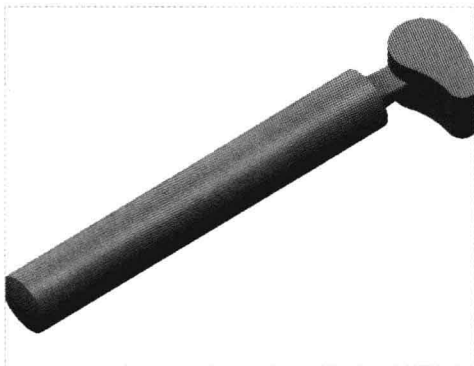

图 15-9 创建拉伸特征 2
Step 08 单击“关闭”面板中的“确定”按钮, 完成截面绘制并退出草绘环境，设置拉伸方式为“对称拉伸”，设置拉伸高度为 40，单击“应用并保存在工具中所做的所有更改，然后关闭工具操控板”按钮, 完成拉伸特征的创建，如图 15-9 所示。